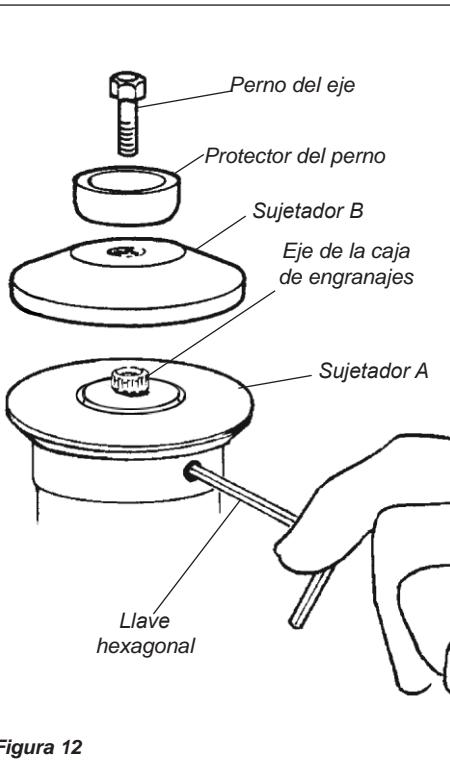

Figura 12
1. Alinee la muesca en el Soporte A con la muesca correspondiente en el borde de la caja de engranajes y luego asegure temporalmente el eje de salida insertando la llave hexagonal a través de ambas muescas. Consulte la figura 12.